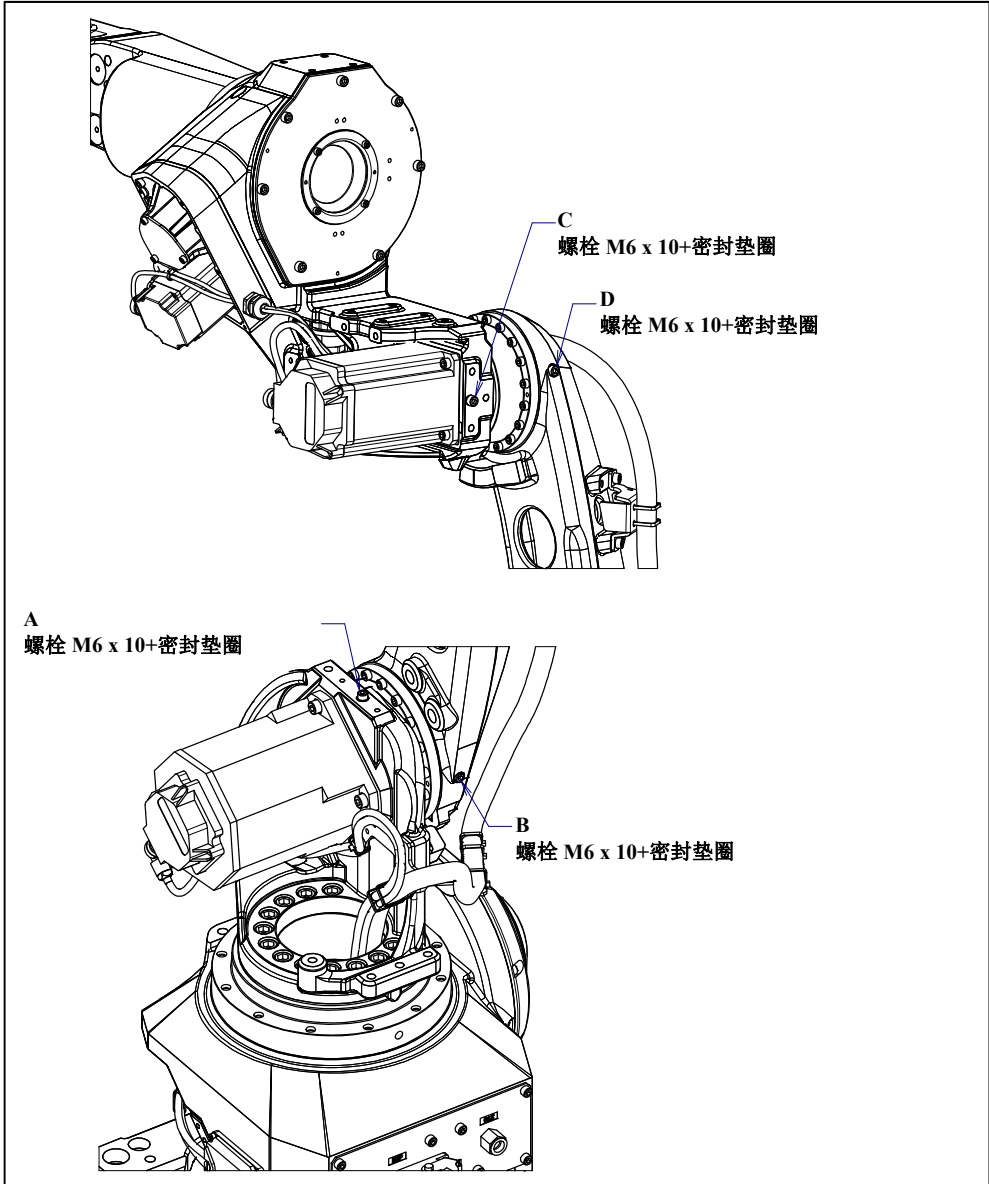

图 7.3.2.3 (a) J2/J3 轴减速机供油部位
- (1) 将机器人移动到表 7.3.2.3 (b)的供油姿势。
- (2) 按照图 7.3.2.3 (b),(c)，把随附件的适配器 (A290-7228-X327) 装到供油口和排气口上。然后，把油注入口带有阀门 (A05B-1224-K006) 装到排气口上。
- (3) 按照图 7.3.2.3 (b),(c)，确认油注入口带有阀门和油盘子带有阀门的阀门已开启，用注油枪(A05B-1221-K005)供油。润滑油从上侧排气口到油盘子出来时，停止注油，关闭油注入口带有阀门，然后取下注油枪。
- (4) 把螺栓和垫圈装到上侧排气口上。
- (5) 取下油注入口带有阀门。把螺栓和垫圈装到供油口上。此时，润滑油有可能落下。在下面设置油盘。马上安装螺栓和垫圈。
- (6) 按照 7.3.2.4 节释放油槽内的残留压力。